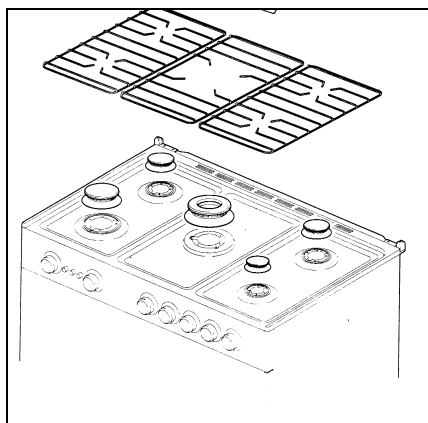

fig.12
2. Togliere le griglie dal piano lavoro.(fig.12)